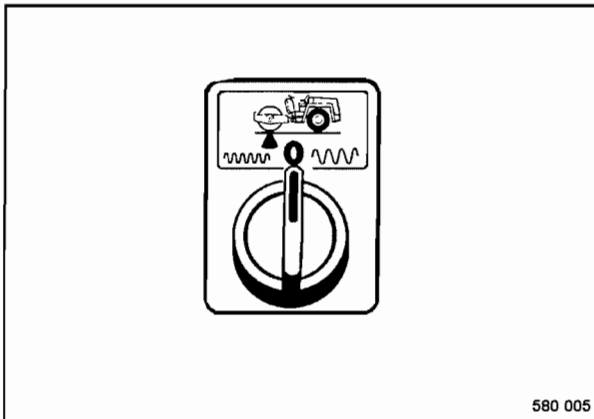

Fig. 27
- Colocar el interruptor selector de vibración (Fig. 27) en posición "0", vibración desconectada.